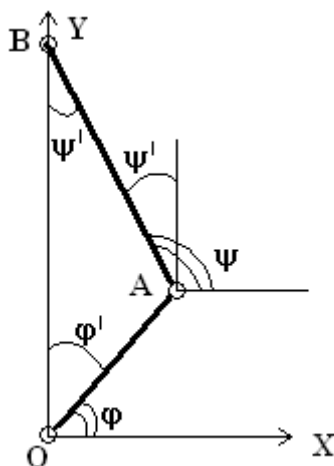

Рис. 20.
Здесь углы φ' и ψ' имеют тот же смысл, что и углы φ и ψ в (1), то есть углы между звеньями механизма и прямой, по которой движется ползун. Однако в ADAMS используются истинные углы наклона, отсчитываемые от положительного направления оси X. Следовательно для данного механизма будем иметь $\psi' = \psi - 90^\circ$; $\varphi' = 90^\circ - \varphi$ см. рис. 20.